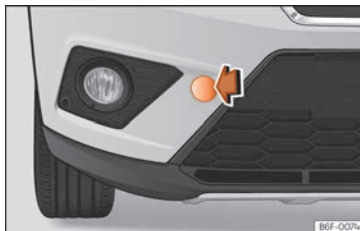

Abb. 97 Vorderer Stoßfänger, rechte Seite: Abdeckung abziehen.
- Drücken Sie die Abdeckung zum Heraustreten im rechten Bereich bis diese herausclipst »» **Abb. 97**.